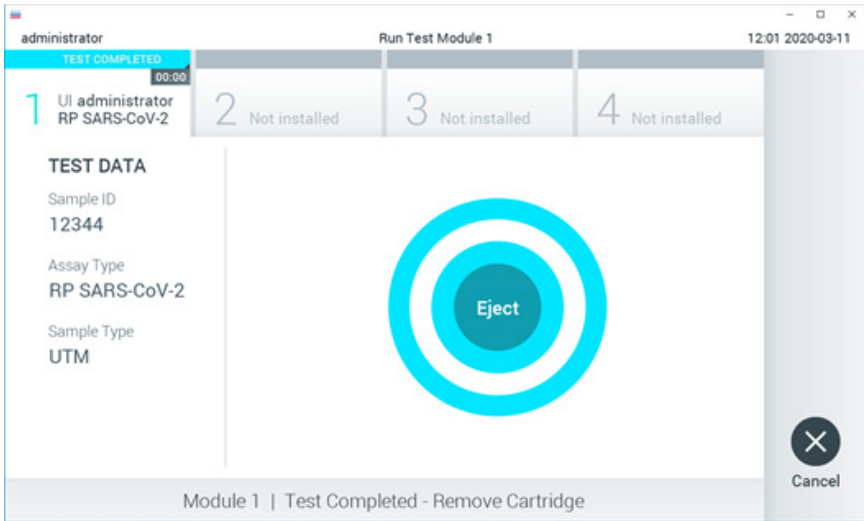

图 49.Eject（排出）屏幕显示的内容。
14. 测试运行完成后，将显示 **Eject**（排出）屏幕（图 49），然后模块状态栏将使用以下选项之一显示测试结果：